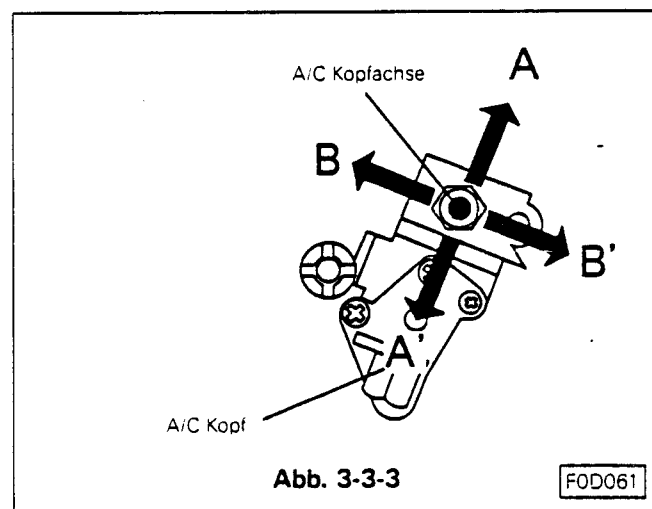

Abb. 3-3-3
- Durch leichtes drücken an der A/C Kopf Achse diese in die Richtung A und A' (siehe Pfeile) in der Abb. 3-3-3 bringen und sicherstellen, daß nach dem Loslassen das Maximum der Amplitude sich nicht verändert.
- Hat sich die Amplitude verändert, die Höheneinstellungsmutter a so einstellen, daß die Ausgangsamplitude Maximum bekommt. Die A/C Kopfachse leicht in die Richtung B und B' (siehe Pfeile in Abb. 3-3-3) bewegen und kontrollieren ob die Ausgangsamplitude Maximum ist.